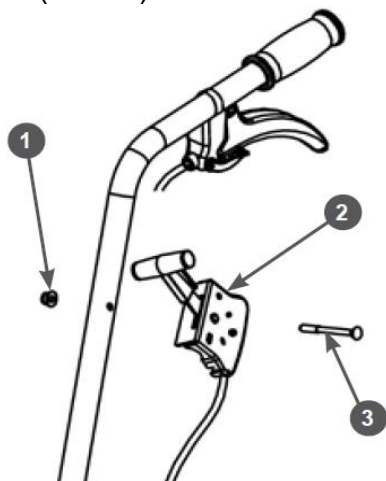

Рис. 8 Установка рычага газа
8. Установите на правую рабочую рукоятку рычаг газа поз.2 (Рис. 8). Для установки рычага газа выполните следующее: совместите отверстия в правой рабочей рукоятке и корпусе рычага газа поз.2, вставьте в отверстие болт поз.3 и закрутите гайку поз.1 до упора (Рис. 8).